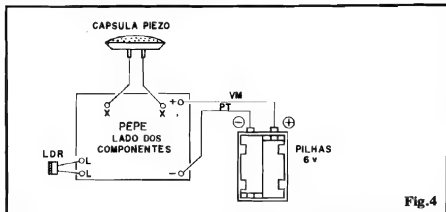

Fig.4
- FIG. 4 - CONEXÕES EXTERNAS À PLACA - Ligações super-simples, já que o único especial cuidado deverá ser direcionado para a polaridade da alimentação, como sempre codificando o fio do positivo pelo condutor vermelho vindo do suporte de pilhas, e considerando o fio preto como correspondente ao negativo... A cápsula piezo e o LDR não são componentes polarizados, portanto não exigem cuidados especiais na ligação, desde que se respeitem os pontos de conexão a eles destinados, na placa (respectivamente X-X e L-L...). Notem que, embora aparentemente a figura mostre a cápsula piezo e o LDR ligados de forma quase que direta à placa, eventualmente - dependendo do arranjo final de instalação na caixa - tais componentes podem receber "prolongamentos" de seus terminais, através de pedaços de fio no conveniente comprimento, de modo a facilitar sua acomodação no interior do container escolhido...